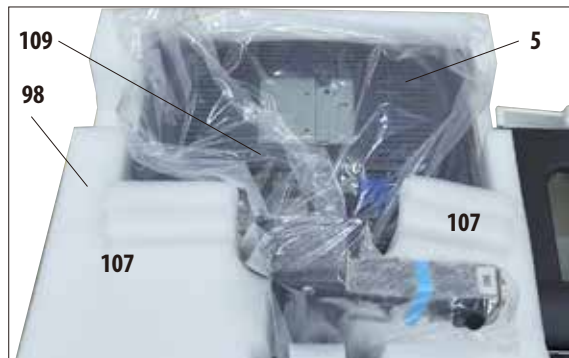

Fig. 12
- Il monitor (5) è coperto da un involucro di protezione (109) di plastica e si trova con lo schermo rivolto verso il basso in un'imbottitura sagomata (98) accanto alla camera (fig. 12).
- Estrarre prima le due imbottiture (107) accanto alla console (fig. 12). A questo punto è possibile rimuovere l'involucro di protezione.